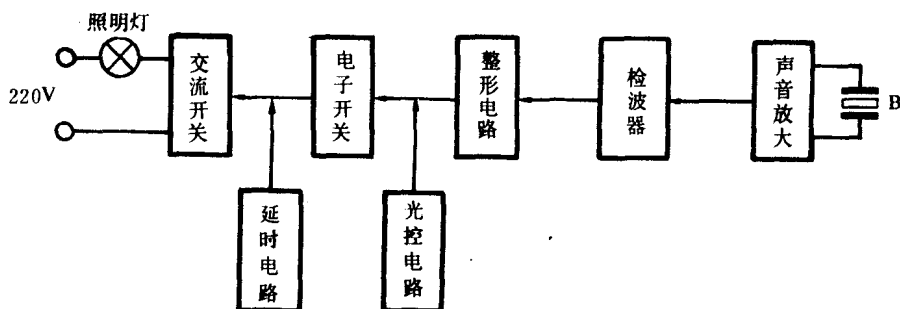
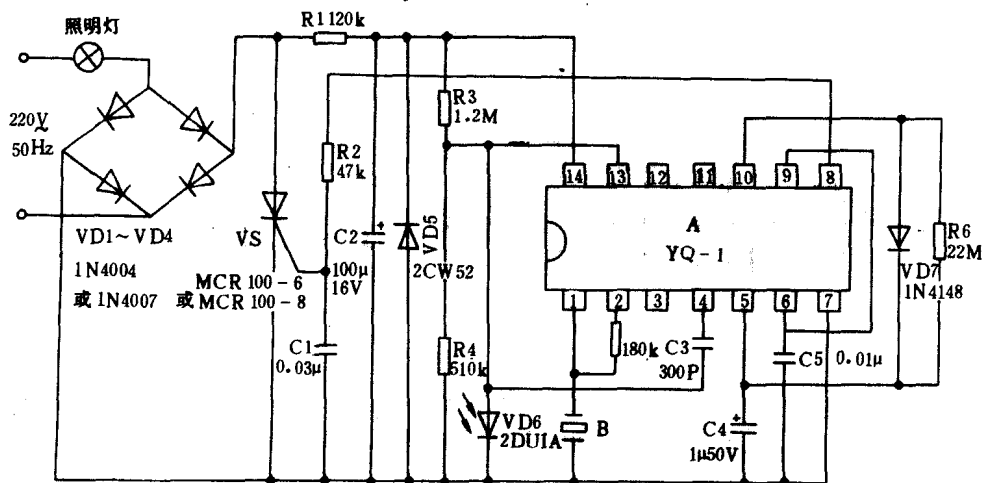

图 7 声、光控定时电子开关方框图
图 8 声、光控定时电子开关
工作原理如图 7,它是该声、光定时开关原理方框图。由压电陶瓷蜂鸣片、声音放大、检波、整形、光控、电子开关、定时电路和交流开关所组成。工作原理如图 8 所示。陶瓷压电蜂鸣片 B 把声音变成直流控制电压。白天,光电二极管 VD6 受光后,阻值变小,集成电路 A 的⑬脚电位被箝位到⑦脚地电位,则⑤脚呈低电位,C4 内无电荷。⑧脚呈低电位,晶闸管 VS 截止,灯泡不亮。在 VS 截止时,直流电压经 R1 降压后加到滤波电容 C2、稳压二极管 VD5 上端,对 C2 充电。当充到 A 的⑭脚与⑦脚为 4V 直流电压即可。VD5 为稳压值 4V 左右的稳压二极管,以保证 C2 两端电压不超过 5V。天黑无光照射 VD6 时,VD6 阻值变大,⑬脚电位将上升到开启电压值,A 内部的电子开关受声控而工作,把 C2 储存的电荷通过⑤脚转储到 C4 中,则⑤脚电位